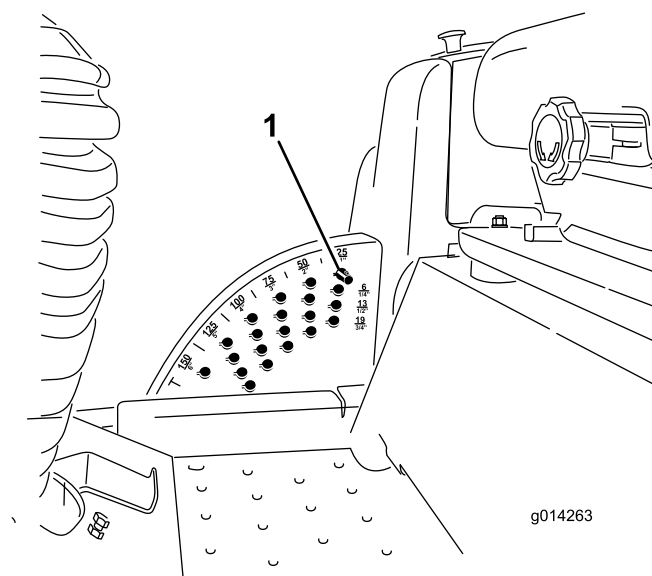

図 16
高ストップピンを外し「刈高の調整」を参照、ピンを 15 cm の刈高位置に差し込みます [図 16]。
1. エンジンが回転している状態で、デッキ昇降スイッチの後側を押し、デッキが完全に上昇したら **直ちにレバーから手を離す** [図 16]。
2. ストップピンについているロールピンを回してピンと刈高設定穴のスロットとが整列したところでピンを抜き取る [図 16]。
3. 刈高ブラケットについている穴から、希望する刈高に対応する穴を見つけ、その穴にピンを通し、ピンを回してロックする [図 16]。
注 刈高設定穴は、扇形の外周に一番近い段から全部で4段列あります [図 16]。外周側の列は、外周部に刻印されている通りの刈高の穴です。2 列目の穴は、それぞれ 1 列目プラス 6 mm の刈り高となります。3 列目の穴は、それぞれ 1 列目プラス 12 mm の刈り高となります。一番下の列の穴は、それぞれ 3 列目プラス 18 mm の刈り高となります。刈高 158mm だけは例外で、2 列目のはずれにあります。この穴にセットすると 刈高 158mm となります 6mm アップにはなりません。